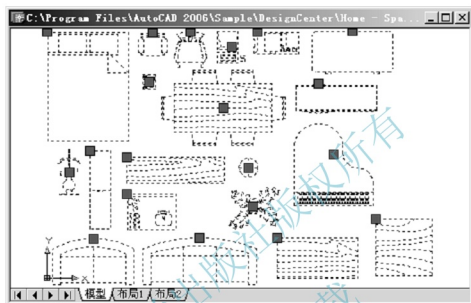

图 1.25 用【快速选择】对话框选择【家具】图层上的图形
- (4) 在【运算符】下拉列表中选中【= 等于】选项。
- (5) 在【值】下拉列表中选中【0】选项, 指定将要选择【0】图层上的对象。
- (6) 点选【包括在新选择集中】单选按钮, 指定只选择【0】图层上的对象; 如果点选【排除在新选择集之外】单选按钮, 则指定除图层上的对象外, 其他图层上的对象均将被选中。
- (7) 单击【确定】按钮关闭对话框, 所有的【0】图层上的图形均被选中, 如图 1.25 所示。